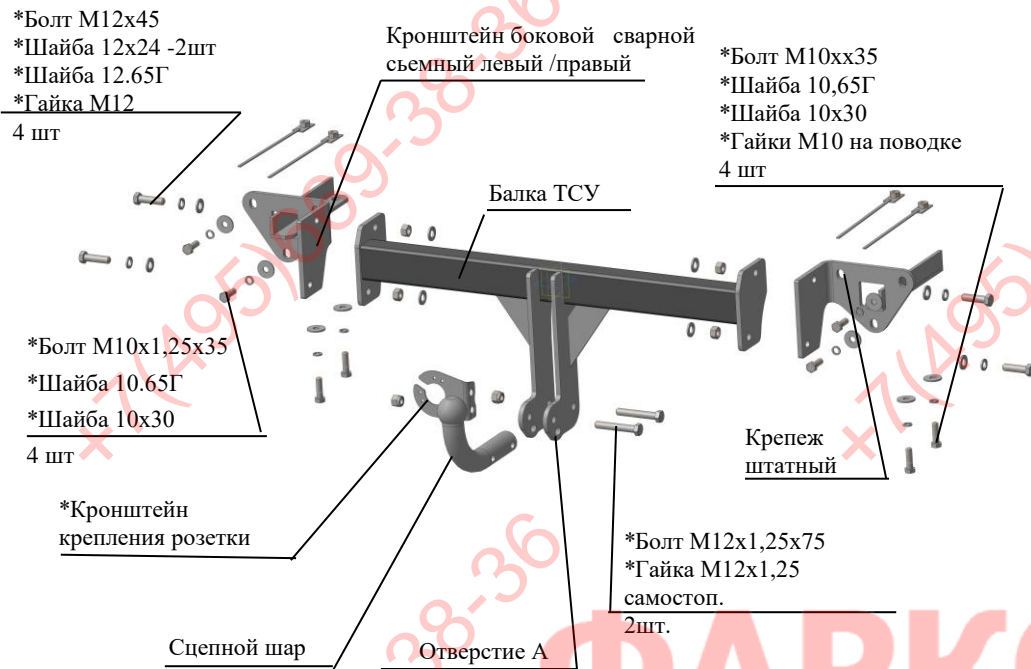

Рис.1 Тягово-сцепное устройство 8502 .
2.1 ТСУ 8502. в сборе (рис.1)	1 шт.
2.2 Пакет с комплектующими (см. рис.1) Защитный колпак	1 шт. 1 шт.
4.2 Установить боковые сварные съемные кронштейны в лонжероны а/м (правый и левый соответственно рис.1), закрепить болтами М10х35, подложив под головки болтов шайбы 10.65Г и шайбы 10х30, используя гайки М10 на поводках, а к фартуку а/м закрепить штатным крепежом (см.рис.1) и болтами М10х1,25х35, используя гайки штатные и подложив под головки болтов шайбы 10.65Г и шайбы 10х30. Крепеж не затягивать.